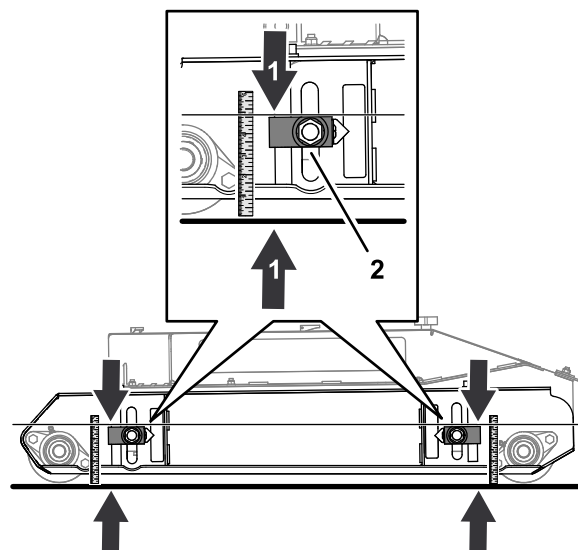

Figura 79
1. Desaperte a porca que prende o bloco ajustador da altura de corte (Figura 79).
2. Mova o ajustador da altura de corte para cima ou para baixo até medir 124 mm a partir do topo do bloco ajustador até ao solo (Figura 79).